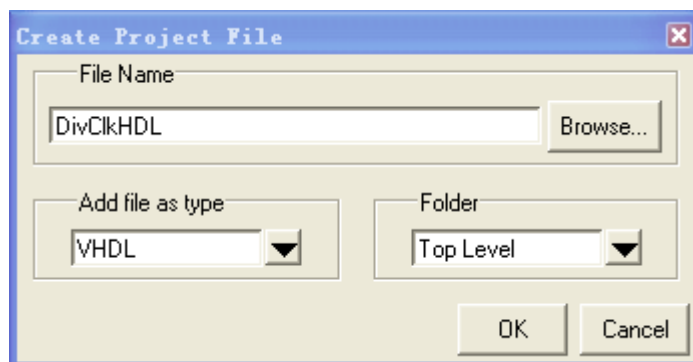

图 8-3-5 为工程添加新文件
- 5、出现界面如图 8-3-5 所示，我们在 File Name 中输入 DivClkHDL 作为文件的名称，Add file as type 为输入文件的类型为 VHDL、Verilog、TCL 或 text，这里我们使用默认设置 VHDL，Folder 为新建的文件所在的路径，Top Level 为在我们刚才所设定的工程路径下。点击 OK；并在 Add items to the Project 窗口点击 Close 关闭该窗口；